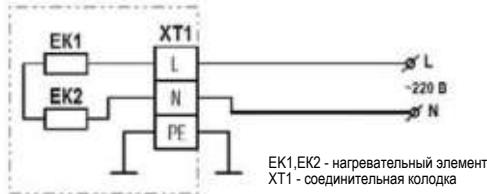
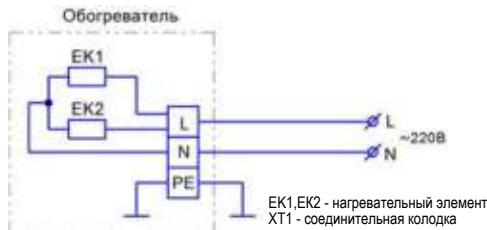

Рис. 5
Рис. 6
- закрепить оголённые концы электрического кабеля в соединительной колодке обогревателя, жёстко притянув их винтами, в строгом соответствии с с рис.4, или рис.5, рис.6, или рис.7.